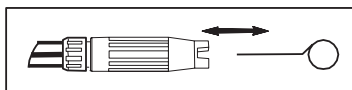

Abb. 2
- Verwenden Sie den mitgelieferten Kit-Reiniger der Düse oder einen scharfen Draht (z.B. biegen Sie nun eine Büroklammer), um die Düse zu reinigen. Bewegen Sie es nach innen und außen, bis Sie die Düse von Rückständen und Staub frei spülen. Abb. 2.